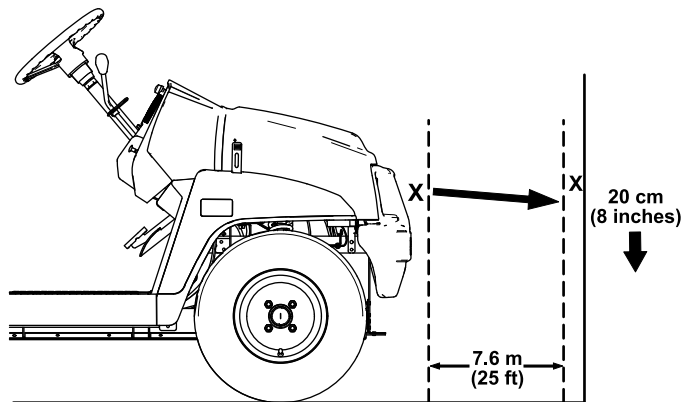

図 41
1. 平らな場所で、ヘッドライトを壁に向け、ライトと壁の距離が 7.6 m 程度になるように駐車する **図 41**。
ヘッドライトのビームの最も明るい部分が、壁に付けた印の約 20 cm 下を照らしていればよい **図 41**。